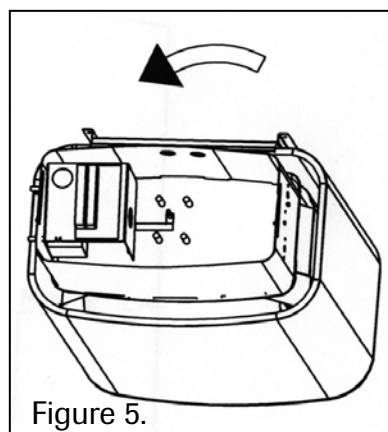

Figure 5.
- Enfin, attachez la plaque inférieure de la boîte de jonction et les ajuster à leur place (Figure 5)